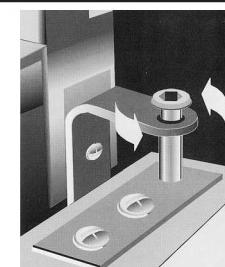

Abb. 6.
- c) Entfernen Sie die Bolzen vom oberen Scharnierhalter und drücken Sie die Feder nach hinten (Abb. 6).
Nun kann die Tür entfernt werden. Dazu ziehen Sie die Tür oben leicht nach vorne und heben Sie sie dann aus dem unteren Scharnierhalter (Abb. 6).